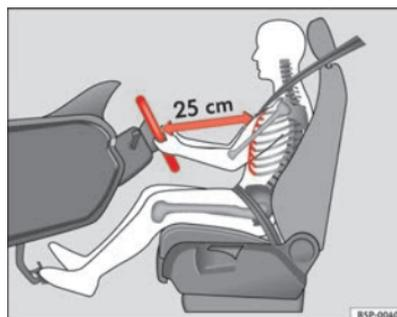

Abb. 135 Die richtige Sitzposition des Fahrers
- Stellen Sie das Lenkrad so ein, bis die gewünschte Einstellung erreicht ist ⇒ Abb. 135.
- Stellen Sie den Fahrersitz oder das Lenkrad so ein, dass der Abstand zwischen Lenkrad und Brustbein mindestens 25 cm beträgt ⇒ Seite 177, Abb. 135. Wenn Sie den Mindestabstand nicht einhalten, kann Sie das Airbag-System nicht schützen – Lebensgefahr!